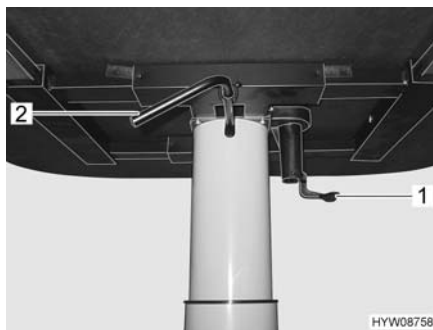

Fig. 50 Regolazione del tavolo rialzabile
- Tirare verso il basso la leva di serraggio (Fig. 50,1).
- Ruotare la leva (Fig. 50,2) che si trova sotto il piano del tavolo verso il basso. Il meccanismo di sollevamento nel piede del tavolo viene sbloccato.
- Ruotare la leva (Fig. 50,2) che si trova sotto il piano del tavolo verso il basso. Il piano del tavolo va automaticamente verso l'alto fino al fine corsa.